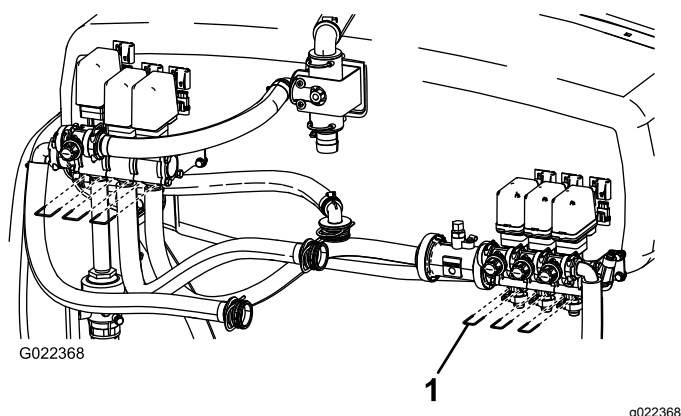

図 50
- B. 弁座をバルブ・アセンブリに固定しているフォーク3本を外す **図 50**。
注 バルブにはスプリングが入っているので注意すること **図 50**。